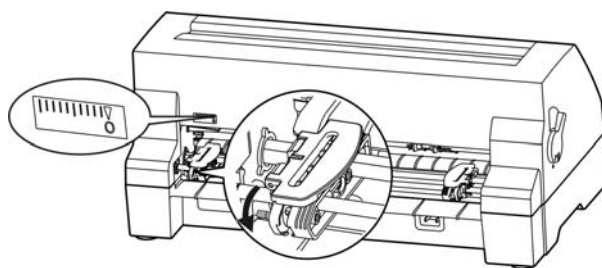

图 3-10 调整链轮位置
5. 将拖纸器左链轮移至左边适当位置（“0”位置表示横向起始打印位置）。拖纸器左链轮移至最左时，打印起始位置距纸定位孔中心约 11.75 cm。按下拖纸器左链轮的链轮锁定杆以锁定拖纸器左链轮。将拖纸器右链轮移至适当位置，但不要锁定其位置（如图 3-10 所示）。